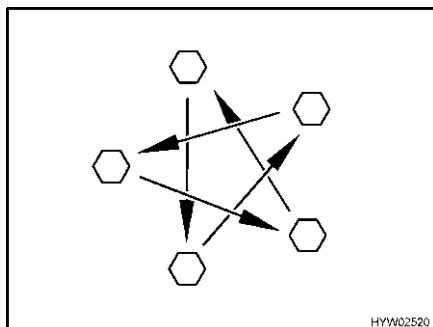

Fig. 234 Serrare a croce i dadi o i bulloni delle ruote
- Controllare regolarmente il serraggio dei dadi o dei bulloni. Regolare a croce (Fig. 234) il serraggio dei dadi o dei bulloni di una ruota sostituita dopo circa 50 km.
- ▷ Serrare a croce i dadi o i bulloni delle ruote (Fig. 234).